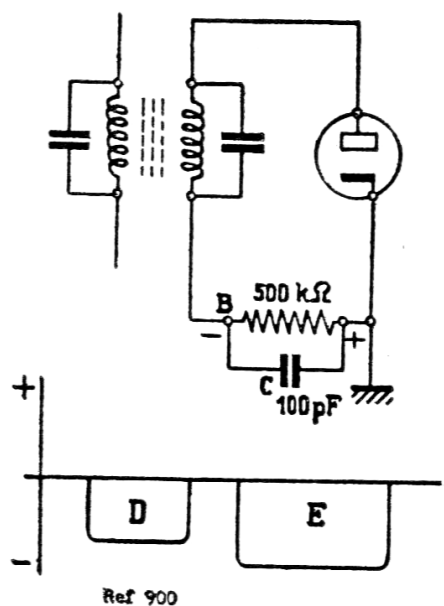

Figure 5
tension, figurée sur la courbe, est loin d'être continue. Comme pour la tension du secteur, nous allons la filtrer en branchant un condensateur C d'environ 100 pF aux bornes de la résistance (fig. 5). Le résultat est une tension continue telle qu'elle est représentée par la courbe D. Si la tension HF délivrée par le transfo MF est plus grande (station plus puissante), la tension continue devient plus forte et nous obtenons la courbe E. En résumé, au point B, nous obtenons une tension continue proportionnelle à la force de l'onde entrante. Nous pouvons utiliser cette tension pour commander un « S-mètre » (indicateur de force ou « strength » en anglais) ou tout simplement un œil magique. Mais que se passe-t-il en téléphonie où l'onde entrante est modulée ? L'amplitude d'une telle onde varie au rythme de la parole et se présente comme indiqué fig. 6 F. Après redressement, nous obtenons une suite d'alternances d'amplitudes variables suivant fig. 6 G. Après filtrage par le condensateur C, la tension prend la forme de la fig. 6 H qui représente une tension continue variant au rythme de la parole, c'est-à-dire de la basse fréquence (BF). Au point B (fig. 7) nous trouvons donc à la fois, une tension continue variant « en moyenne » suivant la force de l'onde entrante et une tension BF. Par des filtres très simples on sépare les 2 composantes pour les utiliser séparément comme indiqué fig. 7. Au point B nous trouvons 2 départs. L'un, vers la